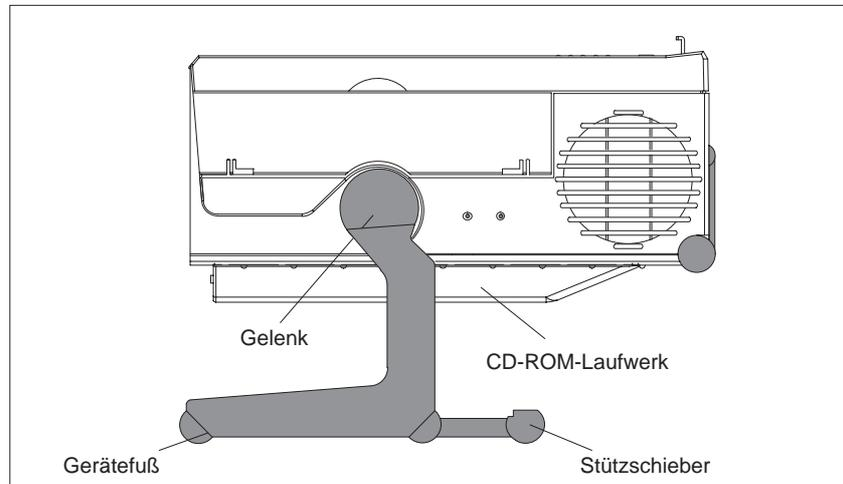

Bild 2-1 Betriebslage waagerecht ohne Tastatur
2. Ziehen Sie den zusätzlichen Stützschieber (siehe Bild 2-1) aus dem hinteren Gerätefuß.
Für diese in Bild 2-1 gezeigte Betriebslage kann die Tastatur abgenommen werden.